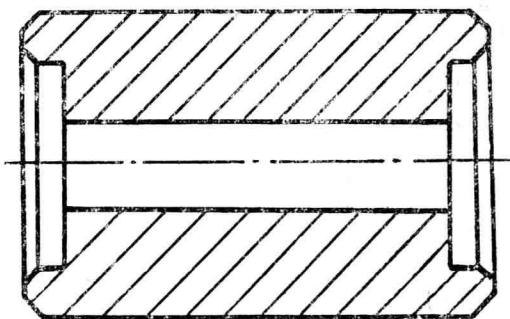

图 9 套 筒
3) 粗、精车如图 9 所示的, 用空气锤自由锻造, 工件材料为 40Cr, $\sigma_b = 981\text{MPa}$, $\text{HB} \geq 207$ 的套筒外圆表面。